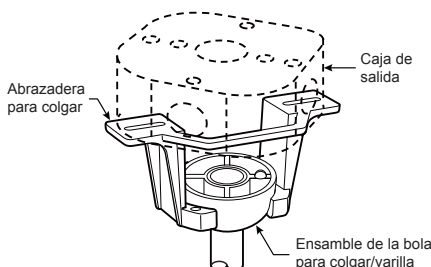

Figura 4
- ☐ 4. Afloje los dos tornillos de fijación del soporte del barral de soporte para techo a través de la varilla. Introduzca los cables de color marrón, azul, rojo, gris y amarillo cables a través de la varilla. (Figura 4)
- ☐ 2. Levante cuidadosamente el ventilador y coloque el ensamble de la bola para colgar/varilla en la abrazadera para colgar que acaba de fijar a la caja de salida. Asegúrese de que la ranura de la bola esté alineada con la lengüeta de la abrazadera para colgar. (Figura 4)
- ☐ 3. Realice las conexiones de cables al bloque del terminal como se muestra en la Figura 4.
- ☐ 4. Para que el ventilador sea funcional, instale las pila (incluidas) de 3V en el transmisor del mando a distancia. Mientras el ventilador esté apagado. A continuación, siga el proceso de fijación remota de código. Si no se utiliza el ventilador durante un largo periodo de tiempo, extraiga la batería para evitar cualquier daño al transmisor. Almacene el mando a distancia en un lugar alejado del calor o la humedad excesiva. (Figura 4)